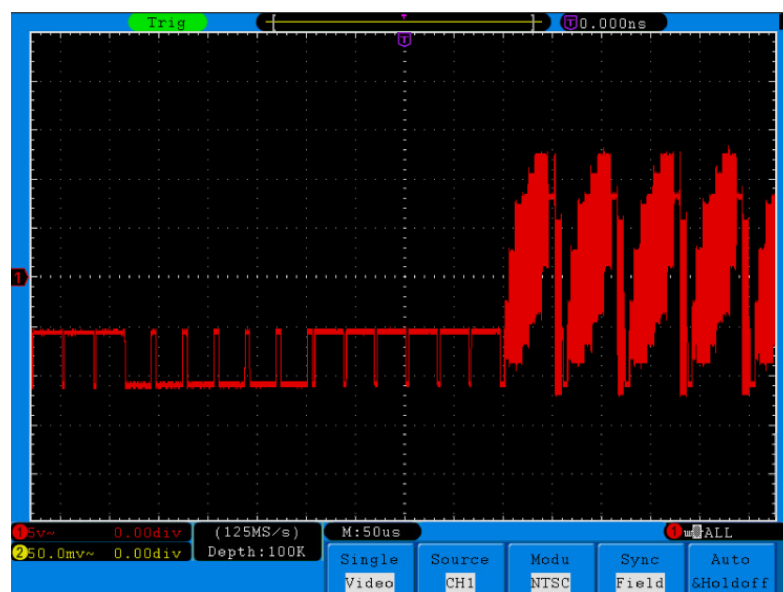

Abb. 85 Wellenform, erfasst durch Videofeldtrigger
11. Betätigen Sie die Einstellknöpfe **VOLTS/DIV**, **VERTICAL POSITION** und **SEC/DIV**, um die Wellenform entsprechend anzuzeigen (siehe Abb. 85).